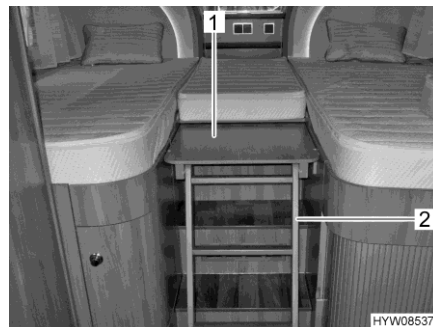

Fig. 86 Scaletta (letto in coda)
- Estrarre la scaletta (Fig. 86,2) dall'ampliamento (Fig. 86,1) e appoggiarla sul pavimento. La scaletta è collegata all'ampliamento per mezzo di uno snodo.